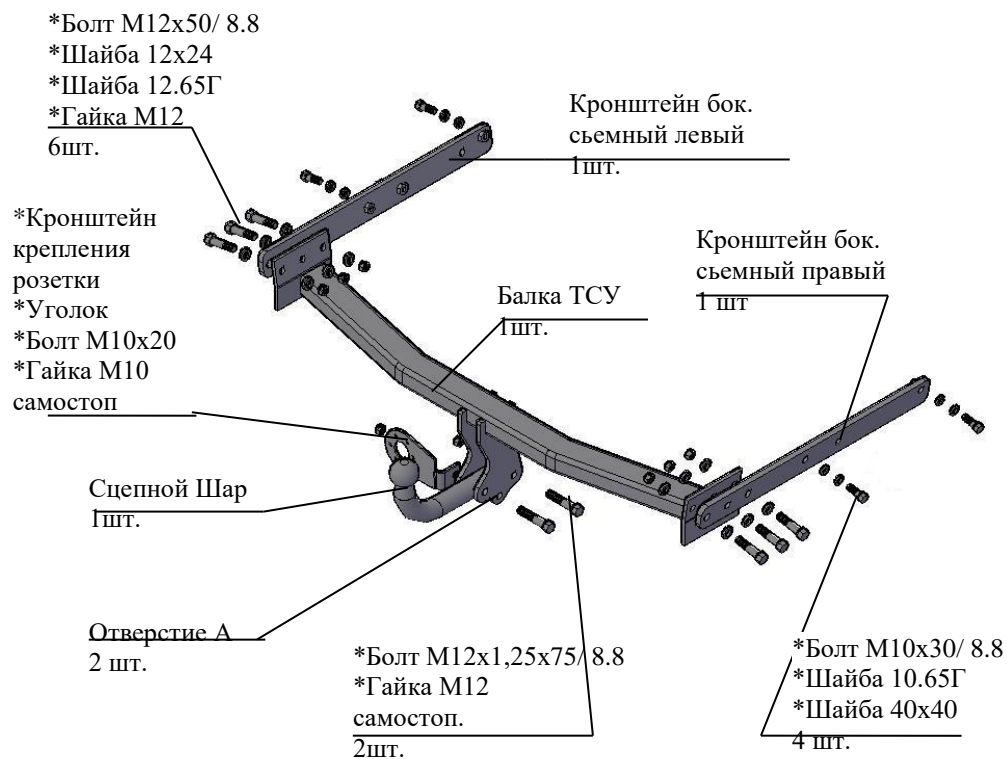

Рис.1 Тягово-сцепное устройство 6041
2.1 ТСУ 6041 в сборе (рис.1)	1 шт.
2.2 Пакет с комплектующими (см. рис.1)	1 шт.
- 4.3 Установить кронштейны боковые съемные левый и правый внутрь лонжеронов а/м и закрепить их болтами М10х30 (в соответствии с рис.1). Крепеж не затягивать. Шайбы 10.65Г и шайбы 10х21 поставить под головки болтов.
4.4 Установить балку ТСУ между боковыми кронштейнами и закрепить болтами М12х50 (в соответствии с рис.1). Шайбы 12х24 поставить под головки болтов.
Закрепить сцепной шар и кронштейн крепления розетки к кронштейнам шара болтами М12х1,25х75 (в соответствии с рис.1) (предварительно кронштейн розетки скрепить с уголком болтом М10х20 и гайкой М10 самостоп).